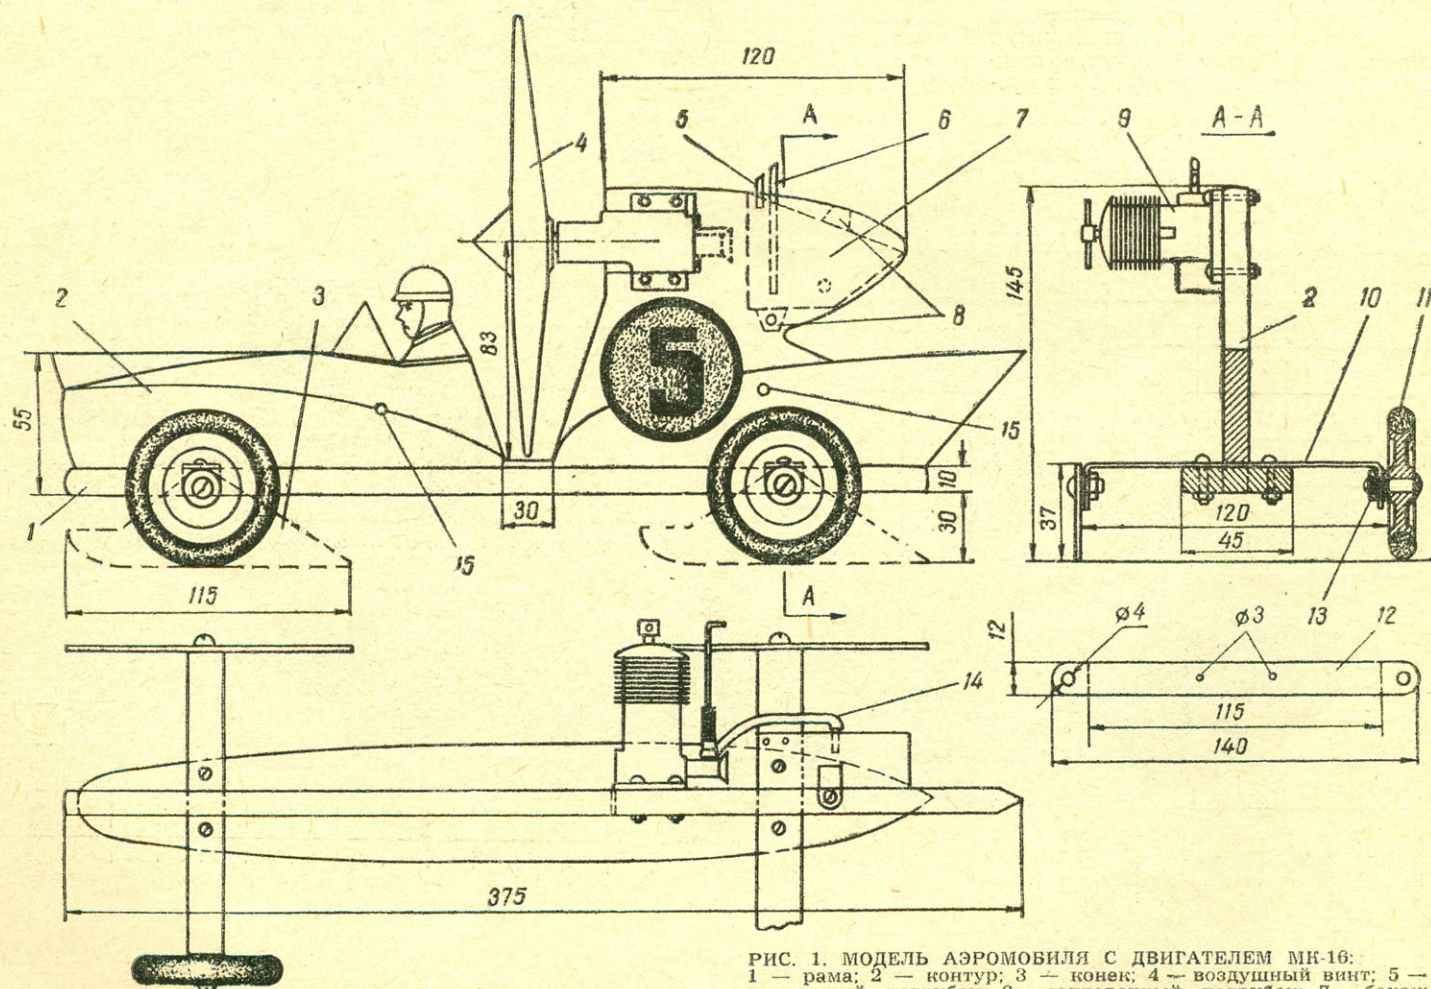

РИС. 1. МОДЕЛЬ АЭРОМОБИЛЯ С ДВИГАТЕЛЕМ МК-16:
**Рессоры** можно изготовить двумя способами. Проще всего сделать их из дюралюминия Д16Т или стального листа (ленты) толщиной 1,5 мм (см. рис. 1). Они вставляются в пазы контура и крепятся двумя болтами. Рессоры из полотна пилы или из пружинной стали толщиной 0,8 ÷ 1 мм обеспечивают хорошую амортизацию модели. К ним приклеиваются уголки из дюралюминия или стали. Отверстия в стальных деталях можно просверлить или выполнить пробойником на свинцовой плите.